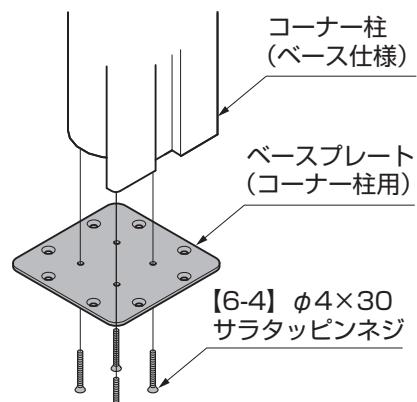

図3-2
- ①ベースプレート（コーナー柱用）を、コーナー柱（ベース仕様）に【6-4】で取付けてください。（図3-2参照）